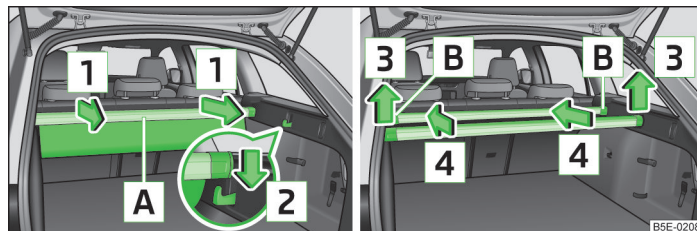

Fig. 94 Geanta multifuncțională: scoatere / introducere
- Prindeți bagheta din spate **A** » fig. 94 cu ambele mâini și scoateți întreaga geantă în sensul săgeții **1**.
- Scoateți bagheta din spate din cârlige, în sensul săgeții **3** » fig. 94.